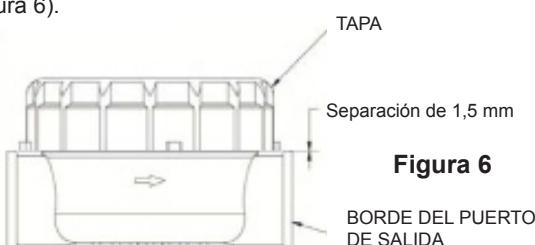

Figura 6
- Enrosque la tapa del medidor manualmente. Para verificar el apriete, debería haber una separación de aproximadamente 1,5 mm entre la tapa y el borde del puerto de salida. (Consulte la Figura 6).